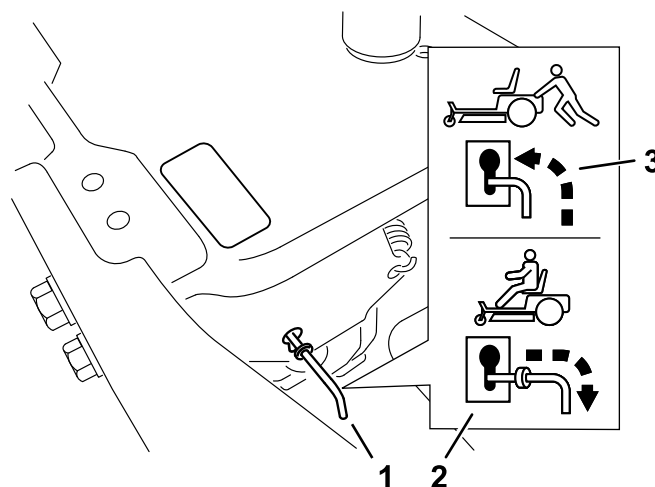

Figura 30
4. Mueva las palancas de desvío hacia delante a través del orificio ranurado y hacia abajo para bloquearlas en esa posición (Figura 30).
Mueva las palancas de desvío hacia atrás a través del orificio y hacia abajo para bloquearlas en esa posición, según se muestra en la Figura 30.